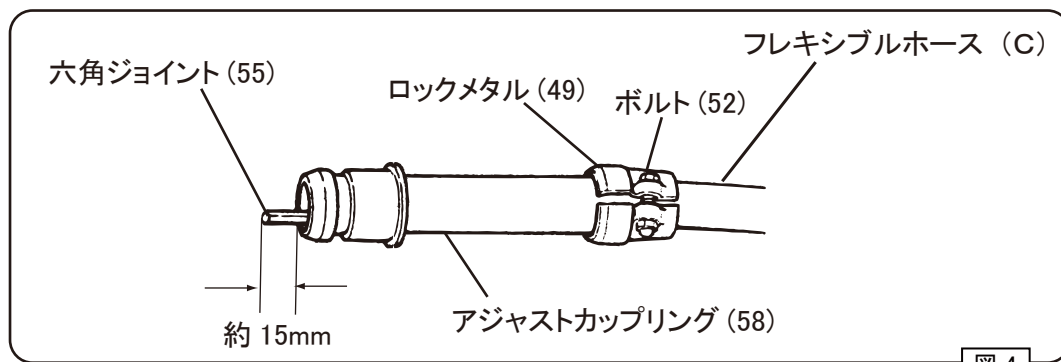

図 4
- フレキシブルシャフト (45) およびベアリングのグリスは、約 200 時間運転毎に古いグリスをきれいに拭いた後、新しいグリスをシャフトの全体に均一に塗布してください。
- ロックナット (33) を外し、ポンプヘッドとリードシャフトを分離した後に、ホースカップリング (36) [スパナ掛け面幅 38mm] と、ジョイントカップリング (35) [スパナ掛け面幅 46mm] を外して、フレキシブルシャフト Ass'y を取り出します。(右 図 4 参照)